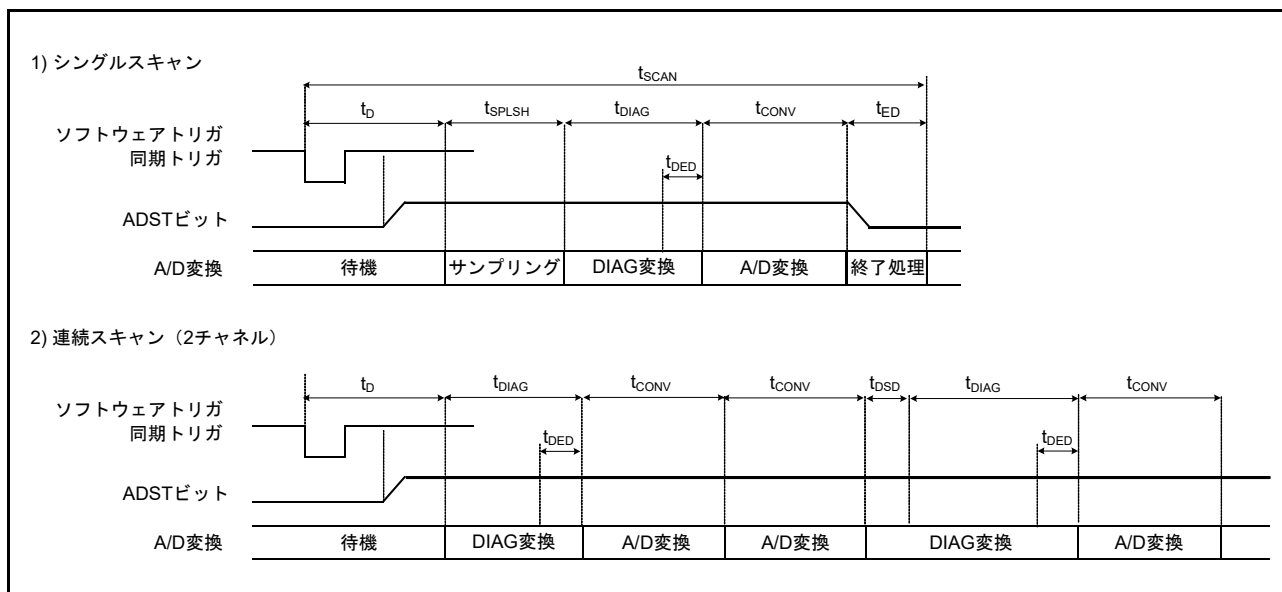
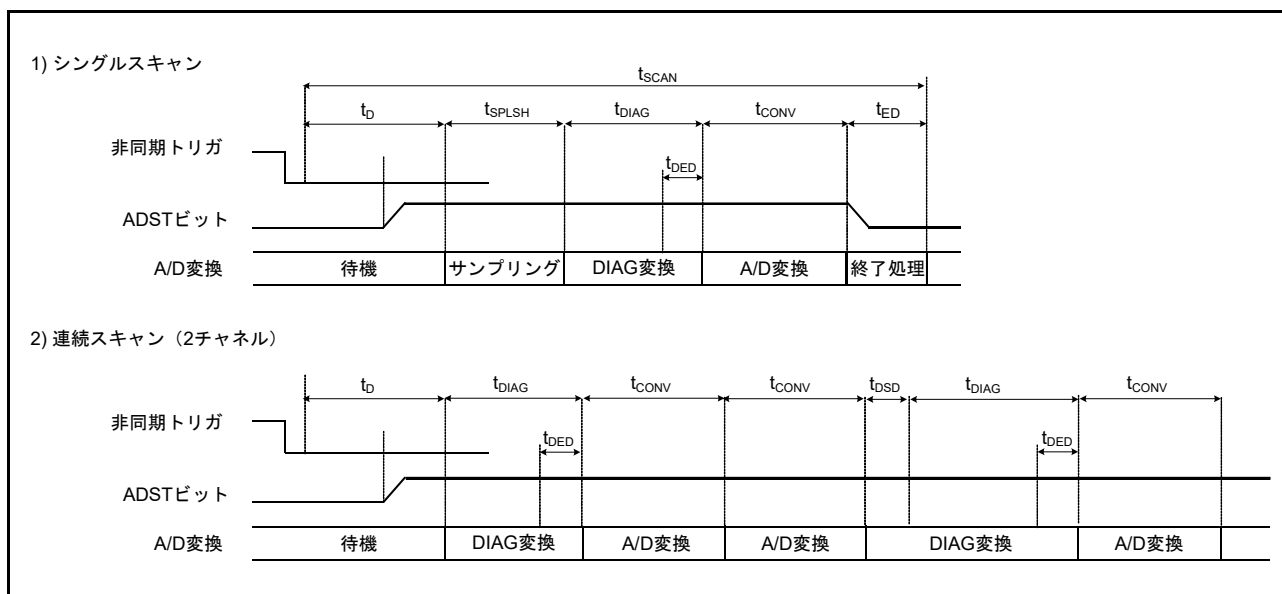

図 35.34 スキャン変換のタイミング (ソフトウェア起動または同期トリガ入力 (ELC) 起動の場合)
図 35.35 スキャン変換のタイミング (非同期トリガ入力 (ADTRG0) 起動の場合)
図 35.34 に、ソフトウェアトリガと同期トリガ (ELC) 起動によるスキャン変換を行う場合のタイミングを示します。また、図 35.35 に、非同期トリガ (ADTRGn) 起動によるスキャン変換を行う場合のタイミングを示します。スキャン変換時間 (t_{SCAN}) は、スキャン変換開始遅延 (t_D)、チャンネル専用サンプル&ホールド回路処理時間 (t_{SPLSH}) (注 1)、断線検出アシスト処理時間 (t_{DIS}) (注 2)、自己診断変換時間 (t_{DIAG}) (注 3)、A/D 変換処理時間 (t_{CONV} および t_{DSD})、チャンネル専用サンプル&ホールド回路終了処理時間 (t_{SHED}) (注 4)、スキャン変換終了遅延 (t_{ED}) を含めた時間となります。
- 注 1. t_D, t_{SPLSH}, t_{DIAG}, t_{CONV}, t_{ED} の各タイミングについては、図 35.34 および図 35.35 を参照してください。